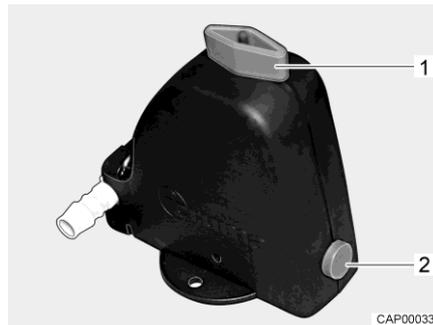

Bild 279 Sicherheits-/Ablassventil (Truma)
- Das Sicherheits-/Ablassventil (Truma) öffnen. Dazu den Drehknopf (Bild 279,1) längs zum Sicherheits-/Ablassventil drehen. Der Druckknopf (Bild 279,2) springt heraus.